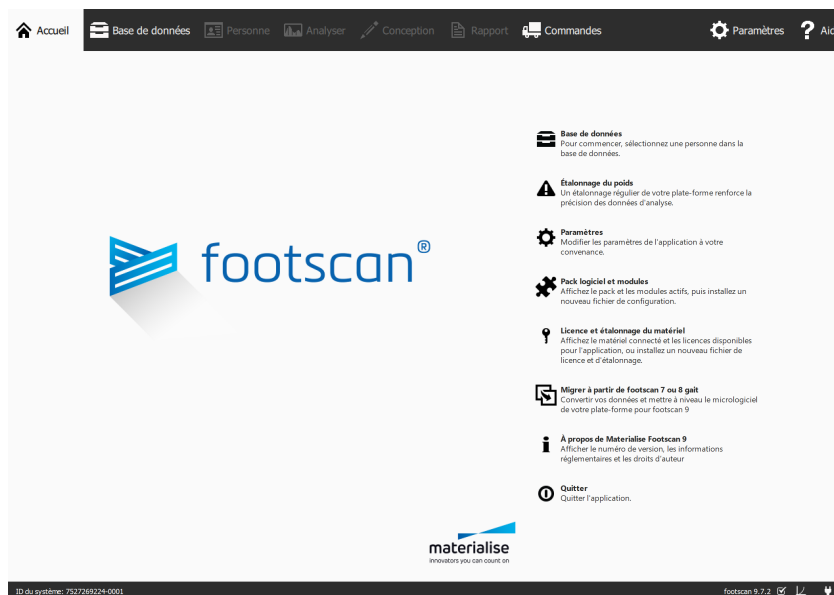

Figure 7: La boîte de dialogue du pack logiciel et des modules peut être ouverte à partir de l'écran d'accueil.
2. Par un clic sur le bouton  Pack logiciel et modules dans l'écran d'accueil (figure 7). Vous trouverez des informations sur l'écran d'accueil à la section 6.7).